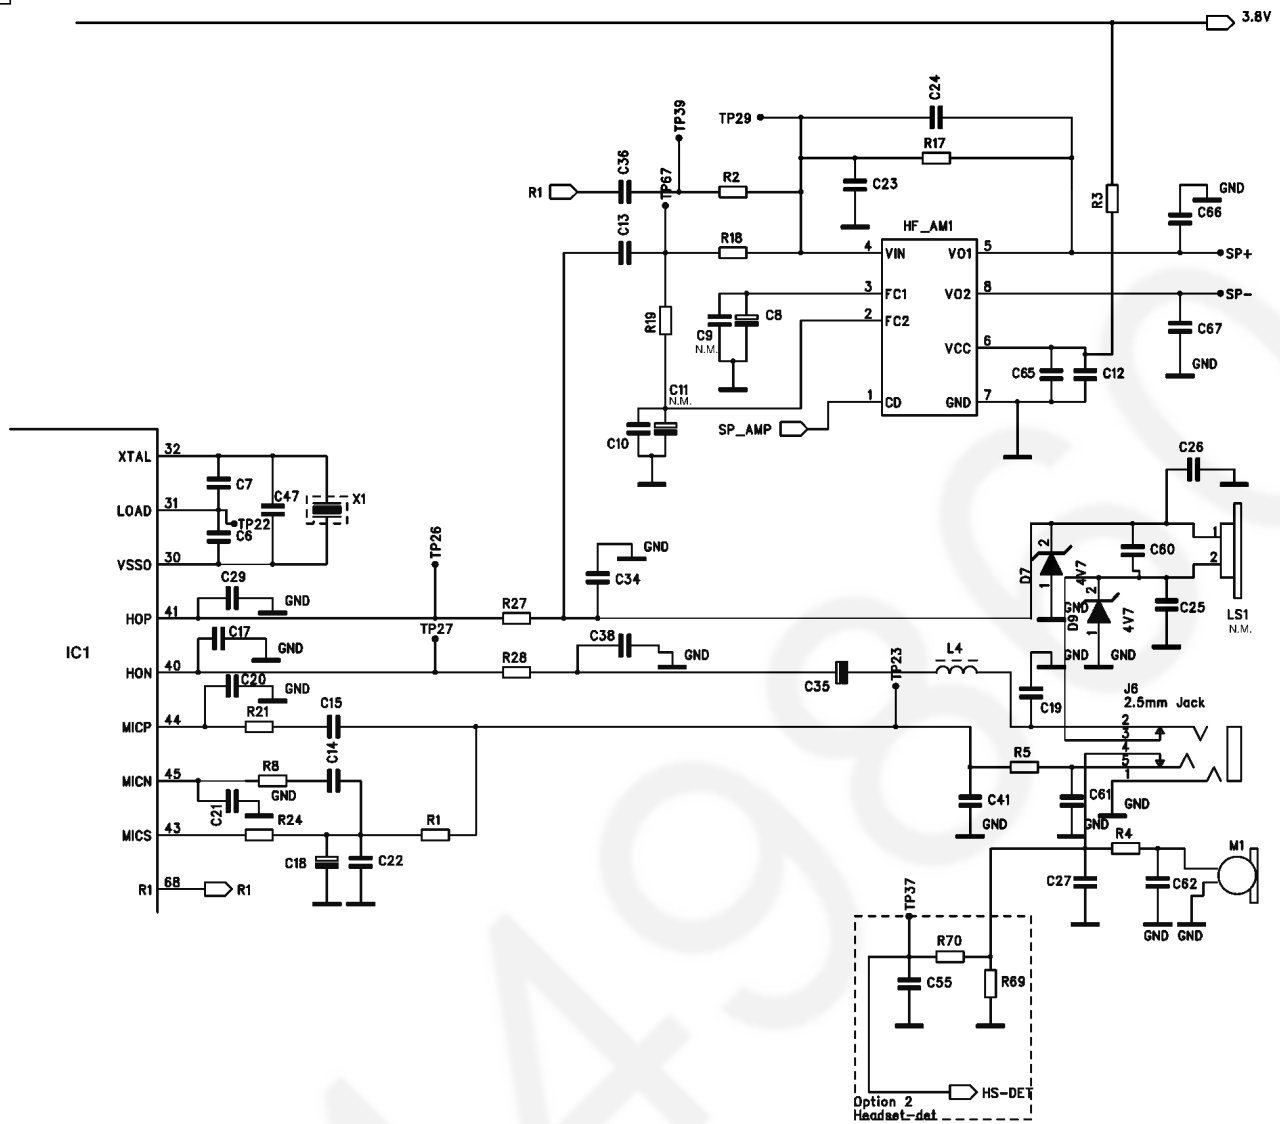

Fig. 25
7.1.6. AUDIO PATH - TX AUDIO (SEE Fig. 25)
7.1.7. AUDIO PATH - RX AUDIO (SEE Fig. 25)
7.1.8. CLOCK GENERATION (SEE Fig. 25)